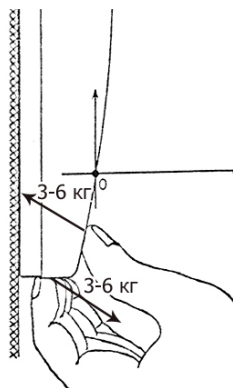

Рисунок 2. Снятие передней панели
2.1.6 Снимите переднюю панель блока, изогнув её относительно точки «0» в соответствии с рис. 2. Большие пальцы расположите над защелками и как можно ближе к точке «0».
2.2.7 Закройте переднюю панель блока в порядке, обратном порядку снятия (см. рис.2).